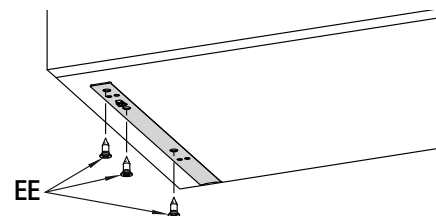

Fig. 16-5
- Fije el soporte a la alacena con un destornillador Phillips y los 3 tornillos de madera avellanados suministrados (EE), como se muestra en la fig. 16-5.